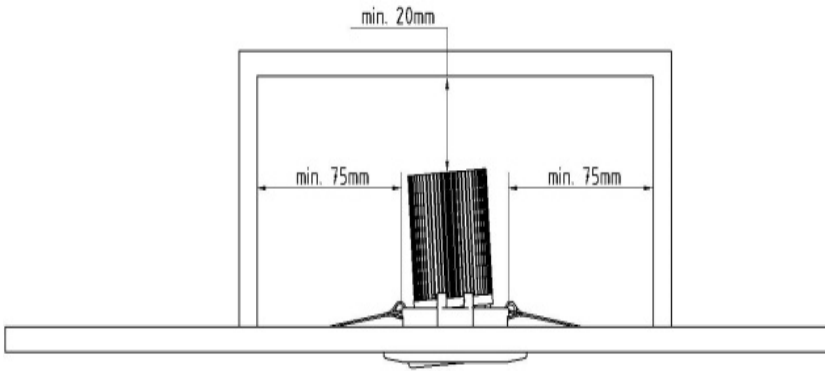

Abb.:1
- Das Produkt ist zur direkten Befestigung auf normal entflammbar Oberflächen bestimmt., z.B. auf Holz und Werkstoffen auf Holzbasis mit mehr als 2 mm Dicke. Der Einbauraum muss genügend Platz zur Verfügung stellen (Abb.:1).